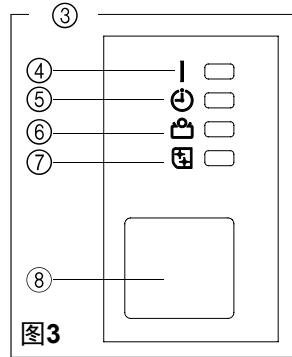
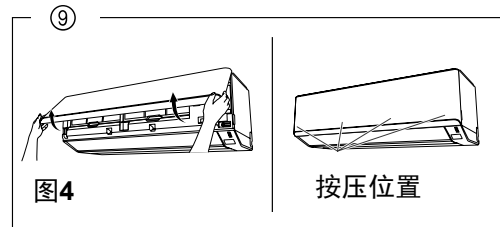

图3
图4
- ② 强制自动按钮
- ③ 指示灯 (图3)
- ④ 运转指示灯
- ⑤ 定时器指示灯
- ⑥ 省电指示灯
- ⑦ 机内干燥指示灯
- ⑧ 遥控器信号接收窗
- ⑨ 回风格栅 (图4)
- ⑩ 前面板
- ⑪ 空气过滤网
- ⑫ 上下风向板
- ⑬ 左右风向板
- ⑭ 排水管
- ⑮ 供电插头
- ⑯ 供电电线
- ⑰ 扩散板